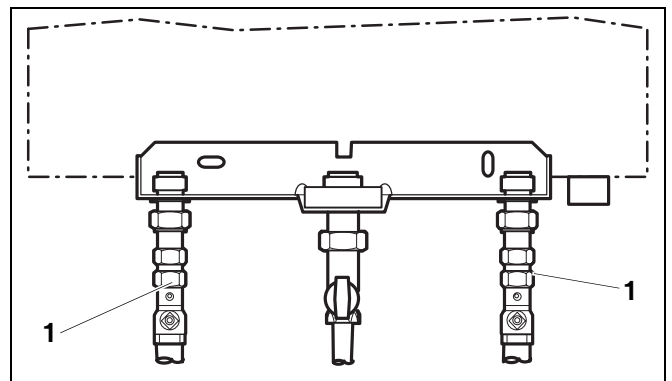

Abb. 11 Rohranschlüsse Überputzmontage
- In den Vor- und Rücklauf je einen Wartungshahn (Abb. 11, **Pos. 1**) für Inspektions- und Wartungsarbeiten einbauen.